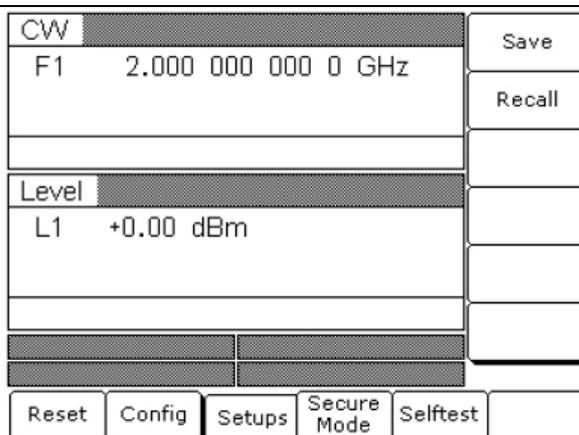

Рис. 3-78. Меню настроек (Setups)
2. Нажмите **Setups**. На экране отобразится меню настроек (Setups) (Рис. 3-78).